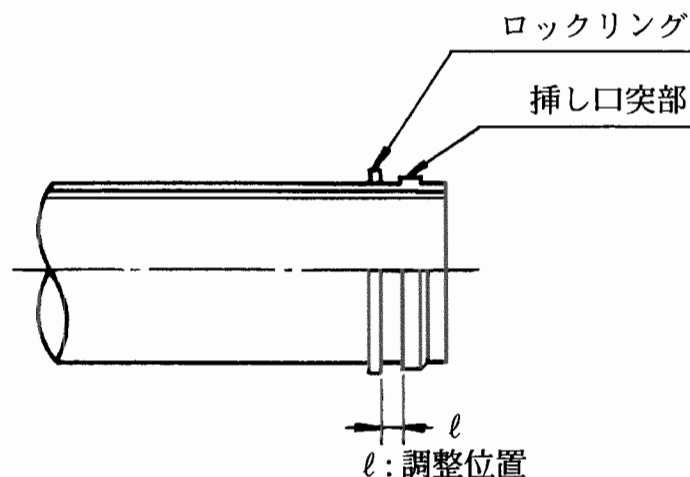

図5 ロックリング長さ調整位置
- (2) (1)と同じ方法で結合ピースⅡをロックリングに調整ボルトで接合する。
- (3) ロックリングの絞り器用穴と結合ピースⅢの取り付け用切り欠きが挿し口突部の反対側になるように注意して、ロックリングを挿し口外面の調整位置(図5、表4)に預ける。